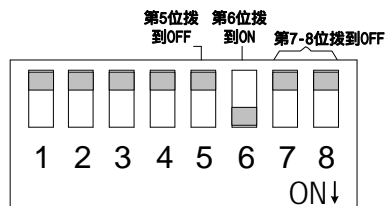

图 2.27 -5V~+5V 差分信号调速的拨码开关配置
-5V~+5V差分信号调速方式的码开关配置如图 2.27所示。拨码开关第 1-3 位配置电机额